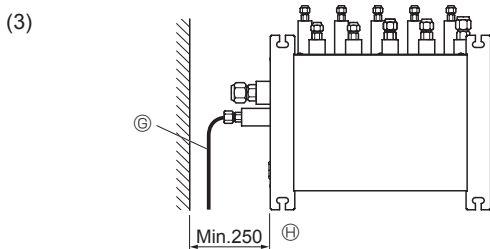

Fig. 4-8
(3) Vista superiore (Fig. 4-8)